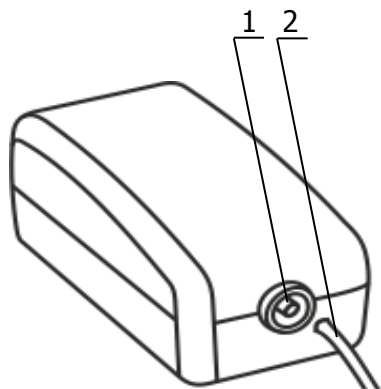

Рисунок 16
2.14.4 Подготовить к работе микрокомпрессор, присоединив к его выходному штуцеру 1 (рисунок 16), соответствующий конец воздуховода 2 (см. также рисунок 1). Подключить микрокомпрессор к питающей сети и убедиться в его работоспособности. Микрокомпрессор должен создавать такой воздушный поток, который был бы хорошо ощутим рукой, расположенной на расстоянии 4–5 см от выхода воздуховода.